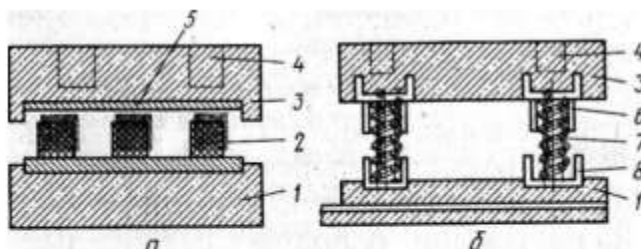

Рис. 2. Виброизоляционные фундаменты на резиновых (а) и пружинных амортизаторах (б):
**Виброизоляционные фундаменты.** Такие фундаменты (рис. 2) применяют при монтаже агрегатов малой и средней производительности в помещениях для снижения шума (в машинном отделении и соседних помещениях). Виброизоляционные фундаменты обычно состоят из двух железобетонных плит с виброизоляционным слоем между ними.